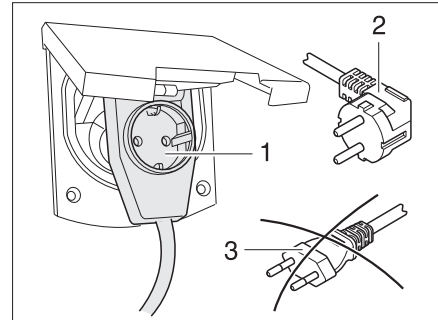

Bild 99 Anslutning till en vinkelkontakt med uttag
- Om en CEE 17 vinkelkoppling med uttag på baksidan (Bild 99,1) används, ska endast en gummerad och förseglad IP 44-kontakt med jordad kontakt (Bild 99,2) användas. Använd inte någon kontakt utan jordad kontakt (Bild 99,3). Risk för strömstötar!